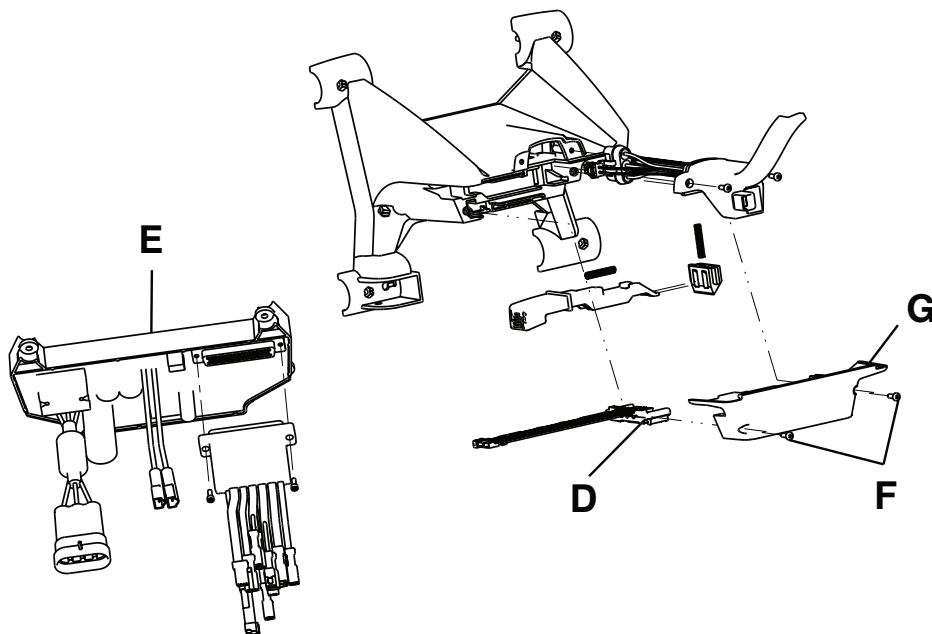

Figure 16 – Ensemble carte de commande et câble de connexion de la civière
6. Débrancher les fils noir et rouge qui relient l'ensemble câble de connexion de la civière (D) au panneau de commande (E) (Figure 16).
7. À l'aide d'une clé Torx T20, retirer les deux vis delta (F) de la plaque inférieure de l'enceinte du côté pieds (G) pour retirer l'enceinte (Figure 16). Conserver toutes les pièces.